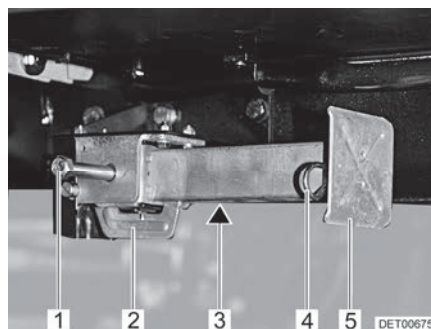

Bild 48 Hubstütze
- Am Sechskant (Bild 48,1) den Steckschlüssel aufstecken und drehen, bis die Hubstütze senkrecht nach unten steht.
- Wenn die Länge der Hubstütze verstellbar ist, den Splint (Bild 48,4) aus der Stützfußverlängerung (Bild 48,5) herausziehen.
- Am Sechskant (Bild 48,1) den Steckschlüssel aufstecken und drehen, bis die Hubstütze wieder vom Boden frei ist.
- Stützfußverlängerung (Bild 48,5) ganz einschieben und Splint (Bild 48,4) in die vorgesehene Bohrung an der Stützfußverlängerung stecken.
- Am Sechskant (Bild 48,1) drehen, bis die Hubstütze nach oben geschwenkt ist und die Führung (Bild 48,2) ganz am Ende des Schlitzes (Bild 48,3) ansteht.